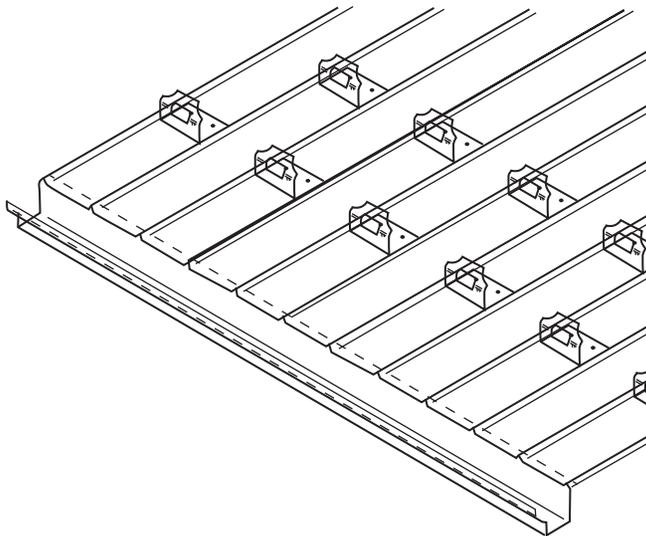

Figure 5 : Arrêts de neige individuels en damier
- Pour une pente supérieure à 4/12, 2 rangées disposées en damier sont recommandées (Fig.5). La distance entre les rangées doit être de 2 pieds linéaires.